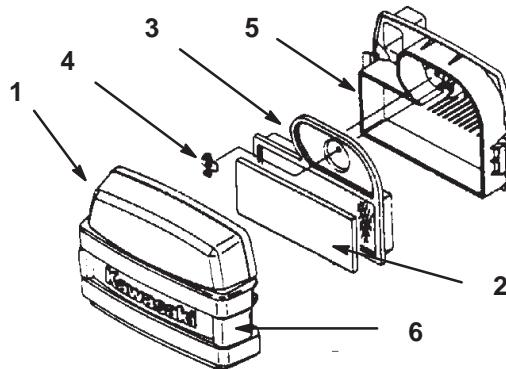

Bild 31
3. Reinigen Sie den Bereich um den Luftfilter herum, um zu verhindern, dass Schmutz in den Motor fällt und Schäden verursacht. Lösen Sie die beiden Seitenriegel und nehmen die Luftfilterabdeckung heraus (Bild 31).
4. Schieben Sie den Schaumeinsatz vorsichtig vom Papiereinsatz herunter (Bild 31).
5. Schrauben Sie die Flügelmutter los und entfernen Sie den Papiereinsatz (Bild 31).
1. Waschen Sie den Schaumeinsatz mit Flüssigseife und warmem Wasser (Bild 31). Spülen Sie den sauberen Einsatz gründlich.
1. Schieben Sie den Schaumeinsatz vorsichtig auf den Papiereinsatz (Bild 31).
2. Schieben Sie die Luftfiltergruppe auf das Luftfilterunterteil und drehen die Flügelmutter auf (Bild 31).
3. Setzen Sie die Luftfilterabdeckung ein und verriegeln Sie sie (Bild 31).